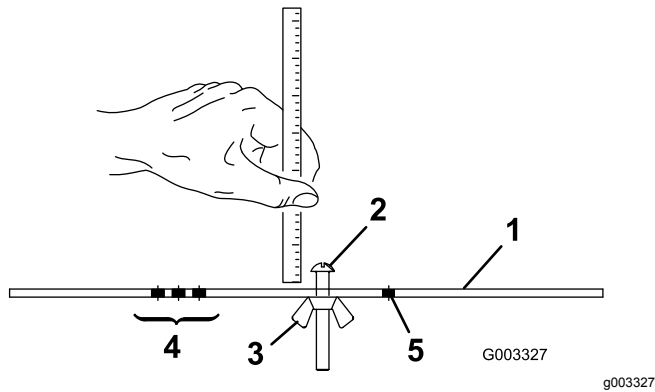

図 16
2. ゲージバー図 16のナットをゆるめ、調整ねじを希望の刈り高に合わせるねじの頭の下からバーの表面までの距離が刈り高となる。